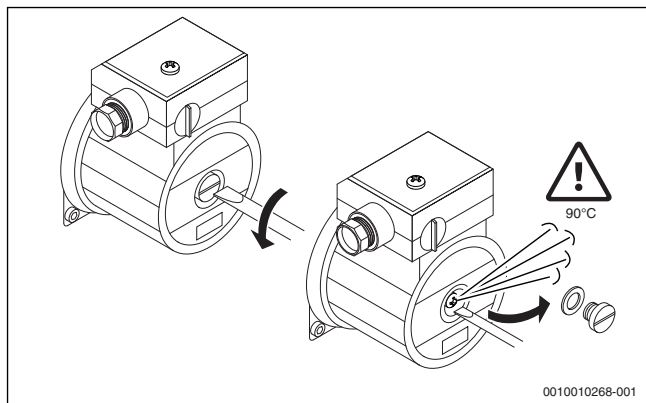

Рис. 13 Отворачивание винта удаления воздуха и проверка свободы вращения
- ▶ Осторожно отвернуть отверткой винт удаления воздуха, при необходимости снять его (→ рис. 13, стр. 18).
- ▶ Осторожно отвернуть отверткой винт удаления воздуха, при необходимости снять его. С помощью отвертки проверить подвижность двигателя насоса, т. е. путем вращения вала со шлицами, и только после этого запустить насос (→ рис. 13, стр. 18).